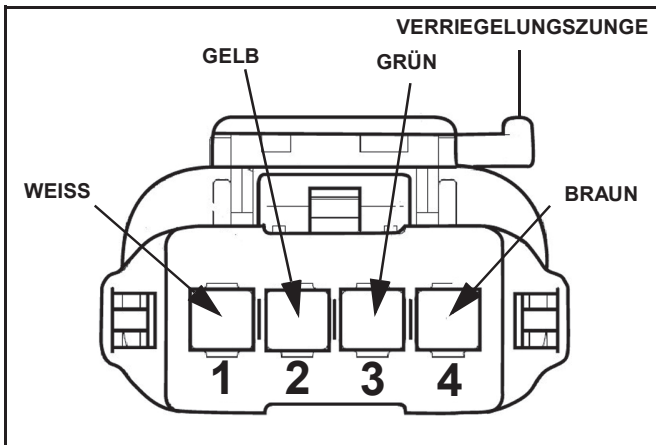

Abb. 1-10
6. Entfernen Sie die blaue Steckerstiftarretierung aus der Buchse. Drücken Sie die Steckerstifte am Ende jeder der vier Leitungen in die Rückseite der Buchse (das Ende mit der eingelassenen hellblauen Dichtung) (Siehe Abb. 1-10 für die Steckerstiftbelegung).
7. Überprüfen Sie die Leitungsanordnung durch Anschluss des ProControl II™-Kabels. Wenn die Leitungsfarben nicht übereinstimmen, überprüfen Sie die Steckerstiftbelegung anhand von Abb. 1-10.